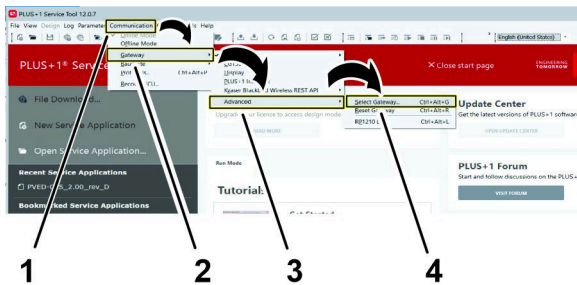

Bild 39
6. Klicken Sie in der Multifunktionsleiste auf die Schaltfläche Kommunikation (Bild 39).
7. Klicken Sie im Dropdown-Menü Kommunikation auf die Schaltfläche Gateway (Bild 39).
8. Klicken Sie im Dropdown-Menü Gateway auf die Schaltfläche Erweitert (Bild 39).
9. Klicken Sie im Dropdown-Menü Erweitert auf die Schaltfläche Gateway auswählen... (Bild 39).